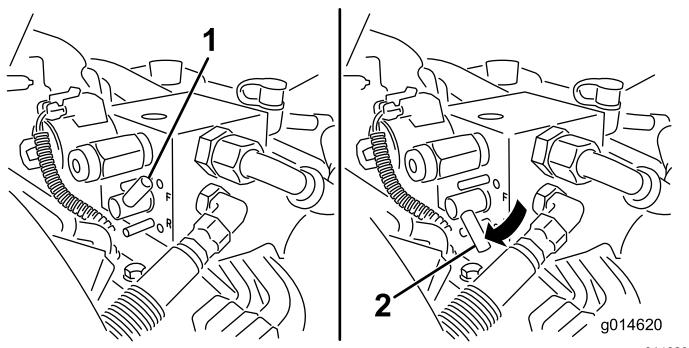

Figura 51
5. Girate la leva di lappatura in posizione di RETROMARCIA (R) (Figura 51).